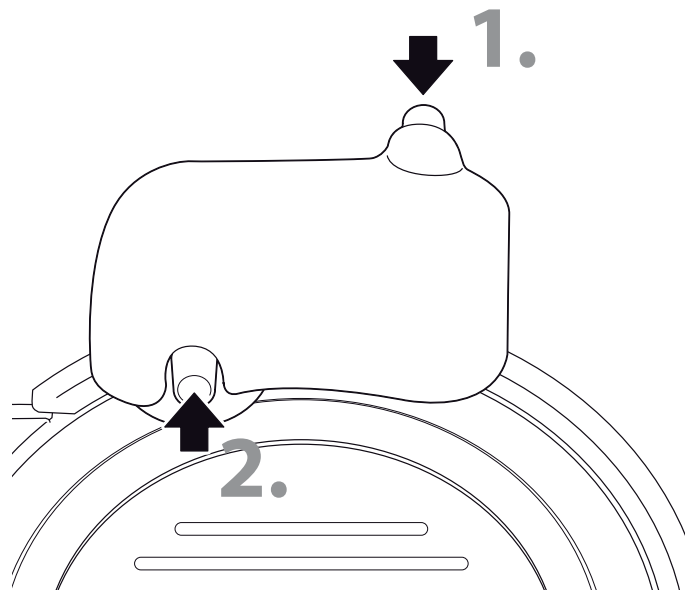

Abb. 14
4. Ziehen Sie den Schleifapparat heraus und setzen Sie ihn um 180° gedreht wieder ein, siehe Abb. 14.